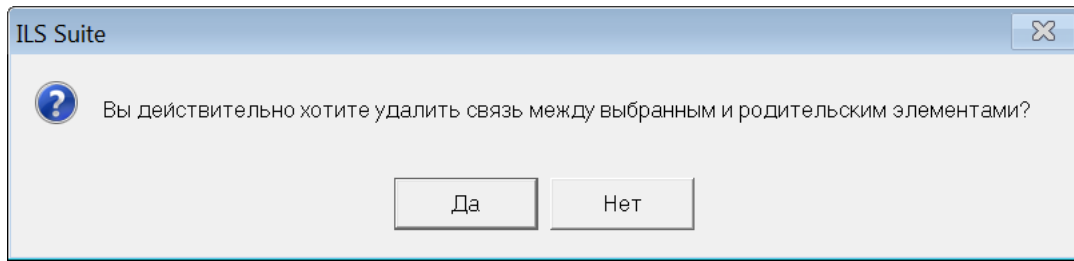

Рис. 11-13 – Диалоговое окно для подтверждения действия
- выбрать элемент ЛСИ в связанном окне «Логистическая структура объекта» и нажать кнопку «Удалить связь» панели «Правка». В открывшемся диалоговом окне нажать «Да» для подтверждения действия (рис. 11-13). Связь вида отказа с элементом ЛСИ будет удалена.